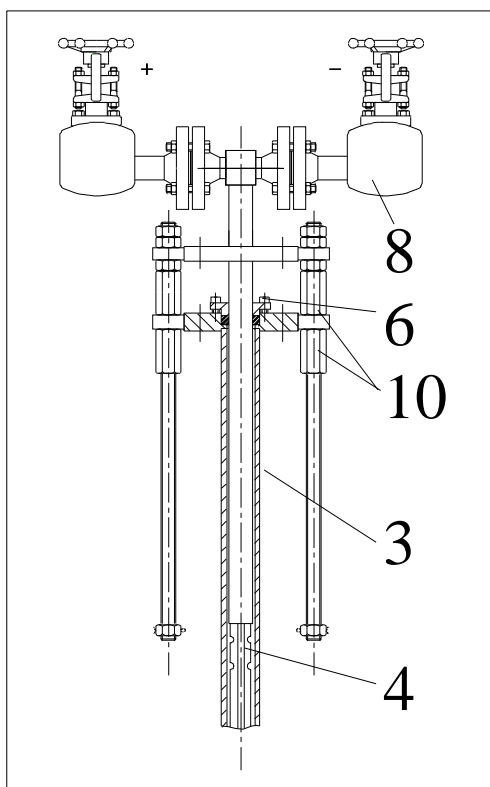

Abb. 13: Sensorprofil im eingeschobenen Zustand
1. Die Wirkdruckventile {8} müssen vollständig geschlossen und das Absperrventil vollständig geöffnet sein (Abb.13).
3. Führen Sie die Sonde in die Rohrleitung ein, indem Sie wechselweise die Ein- und Ausziehmutter {10} in die erforderliche Richtung drehen. Achten darauf, daß Sie je Mutter nicht mehr als 2 Umdrehungen ausführen, um den Sensor nicht zu verkanten. Schieben Sie die Sonde mit Hilfe der Muttern {10} solange weiter ein, bis die Sondenspitze die gegenüberliegende Wand berührt oder beim Typ FTMD-26 im Gegenlager sitzt (Abb.13).
5. Jetzt können die Schrauben/ Muttern {6+7} der Packung richtig festgezogen werden (Abb.13).
7. Danach können die Instrumentenventile {8} zum Meßumformer geöffnet werden (Abb.13).